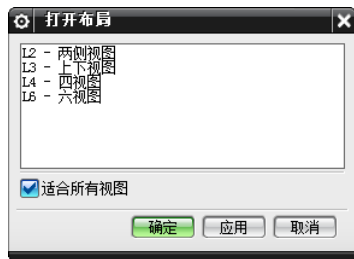

图 1-4 “打开布局”对话框
2. 打开视图布局。选择【菜单】→【视图】→【布局】→【打开】命令，弹出如图 1-4 所示的“打开布局”对话框，该对话框用于选择要打开的某个布局，系统会按该布局的方式来显示图形。